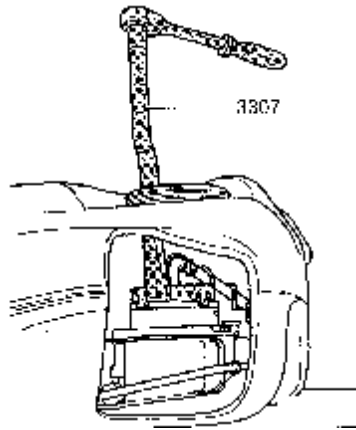

图 2-138 拆卸汽油泵
- (5) 从汽油箱的开口处拆下法兰和密封圈，拔下法兰下部的汽油管和插头，拆下汽油箱中挡油罩汽油量指示器 (G)。
- (6) 用扳手 3307 反时针方向扳动汽油泵至约 15° 直到被限位，拆下汽油泵，如图 2-138 所示。注意如果要更换输送装置，必须在更换前排空输送装置中的汽油。